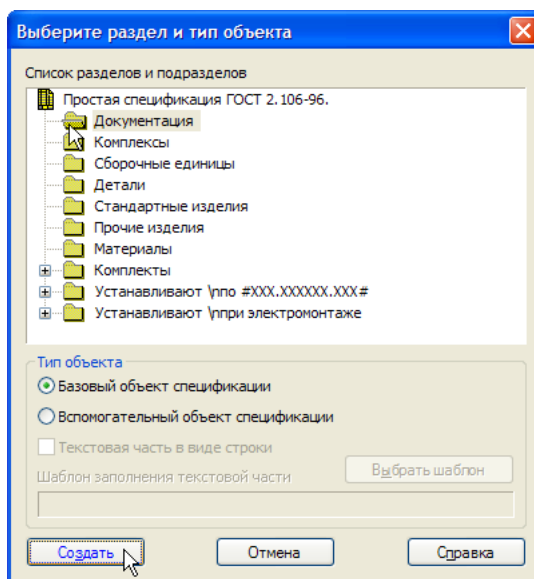

Рисунок 9.
- В списке разделов укажите Документация и нажмите кнопку Создать (рис. 9)